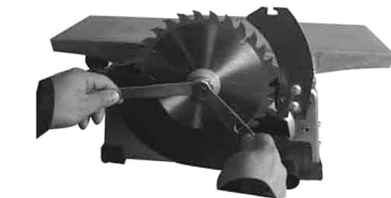

рис. 5
- прикрутить 2 кронштейна к столу пильному, как показано на рис. 5